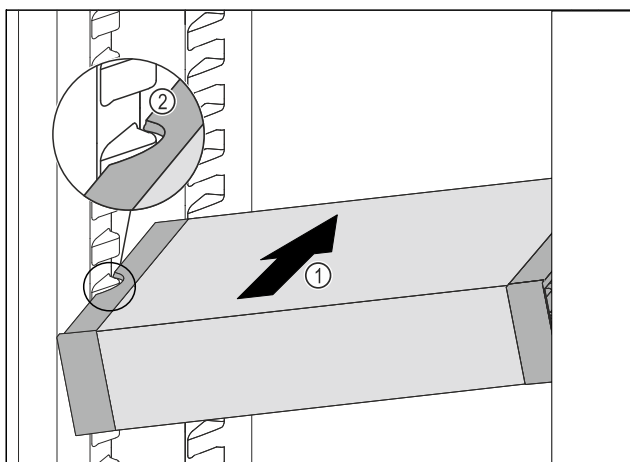

Fig. 101
- Skub VarioSafe skråt ind i kølesektionen, Fig. 101 (1) indtil udsparingerne i siden Fig. 101 (2) på VarioSafe er på niveau med beholderribben i kølesektionen.